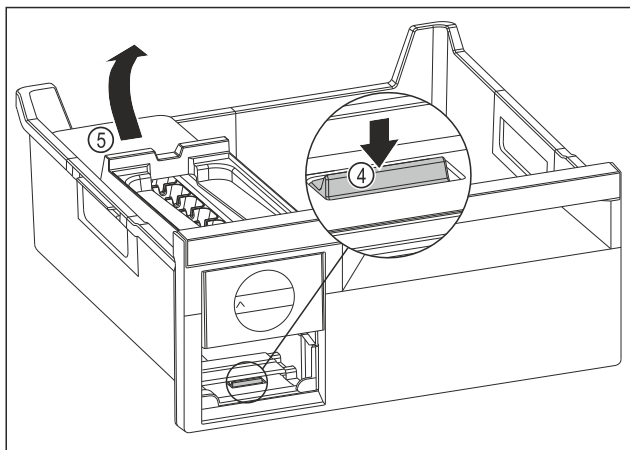

Fig. 76
- ▶ Вийняти корпус EasyTwist-Ice: натиснути накладку Fig. 76 (4) пальцем вниз і одночасно підняти корпус EasyTwist-Ice Fig. 76 (5) ззаду іншою рукою.